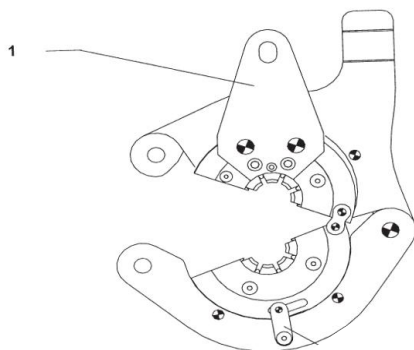

Figure 7
- Ouvrez la mâchoire supérieure (Rep.1 Fig.7).
- Refermez la mâchoire supérieure (Rep.1 Fig.7).